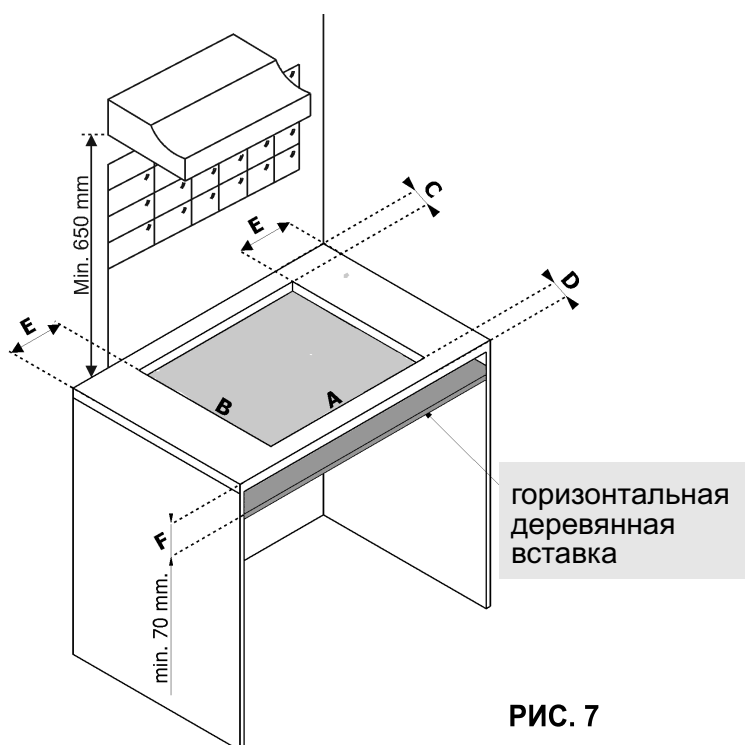
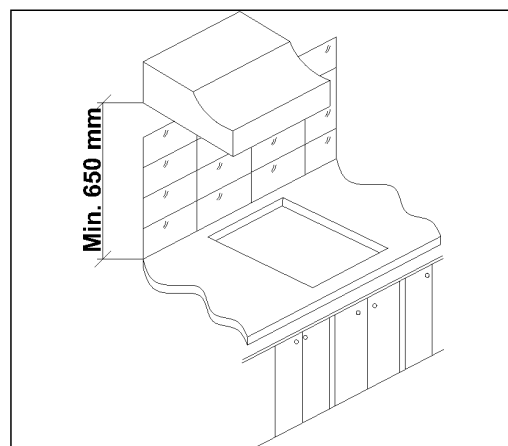

РИС. 7
РИС. 8
На поверхности рабочего стола следует сделать прямоугольное отверстие для встраивания варочной поверхности, размеры которого приведены на рис. 7. Предварительно следует проверить соответствие минимальных допусков между поверхностью, боковой и задней стенками. Подвесные полки или вытяжки следует устанавливать на высоте не менее 650 см от поверхности прибора (см. рис. 7 и минимальное расстояние показано на рис. 8).
- Во избежание случайного соприкосновения с горячей варочной панелью во время проведения работ, необходимо установить деревянную прокладку, прикрученную болтами на минимальном расстоянии 70 мм от верха (см рис. 7).